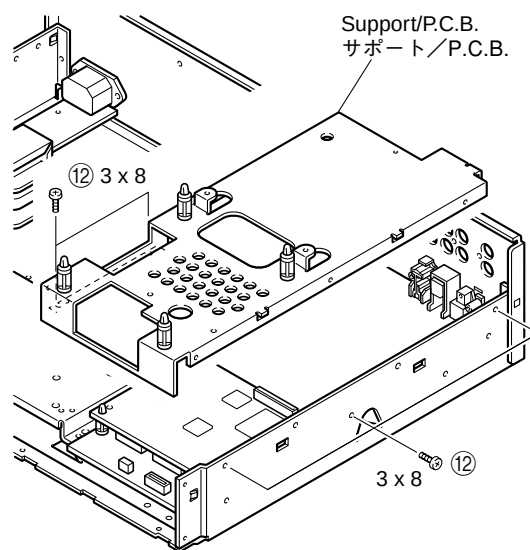

Fig. 9
- Remove 5 screws (⑫) and then remove the Support/P.C.B. (Fig. 9)
- ⑫のネジ5本を外し、サポート/P.C.B.を取り外します。(Fig. 9)